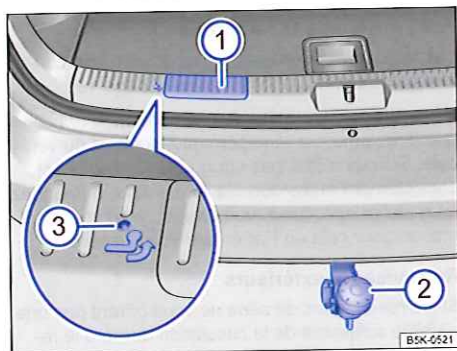

Fig. 114 Dans le coffre à bagages : basculement de la boule d'attelage
- Assurez-vous qu'aucune personne ni objet ne se trouve dans le débattement de la boule $\Rightarrow$ fig. 114 ② puis tirez la poignée ① jusqu'au basculement de la boule.
- Lorsque la boule a basculé mais ne s'est pas encliquetée, le témoin de contrôle ③ situé à côté de la poignée clignote en rouge.
- Faites basculer davantage la boule jusqu'à ce qu'elle s'encliquette de manière audible et perceptible et que le témoin de contrôle ③ situé à côté de la poignée s'allume en vert.